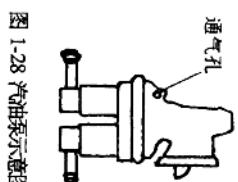

图 1-28 汽油泵示意图
①(图1-28)若在汽油泵下座的通气孔内有汽油漏出,则表明汽油泵油封或膜片有损坏,应拆卸检查换件维修。
②检查汽油泵摇臂脚、凸轮轴上与摇臂脚运动的摩擦是否磨损,如磨损严重,应更换新件。
③在汽油泵装配前,应转动凸轮轴、使第二缸活塞处于压缩行程上止点(这是凸轮升程的最小处,以便于油泵安装)。